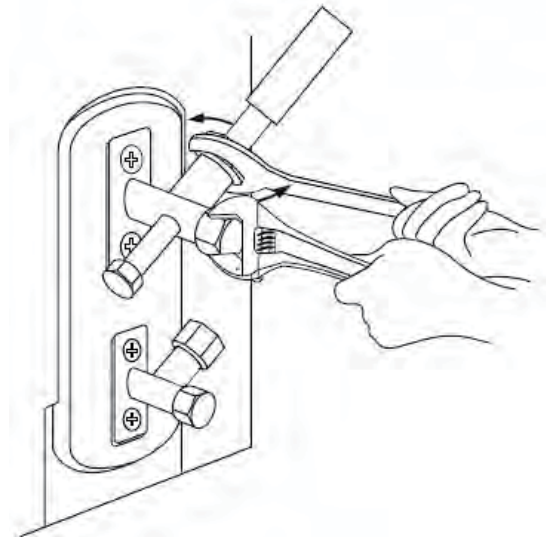

**Fig. 5.9**
1. Svitare il coperchio delle valvole incorporate sul lato dell'unità in esterni. (Vd. **Fig. 5.9**)